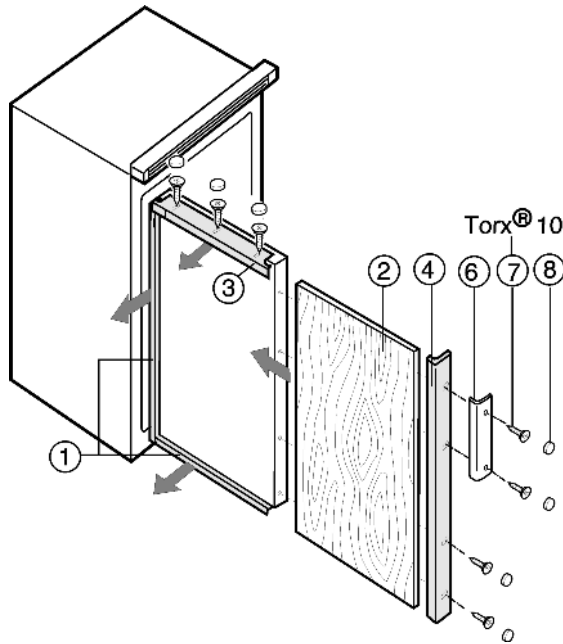

Fig. 11
- Dekorrahmen Fig. 11 (4) griffseitig abschrauben.
- An allen anderen Dekorrahmen Fig. 11 (1, 3) die Schrauben nur lösen und die Dekorrahmen nach vorn schieben.
- Dekorplatte Fig. 11 (2) einschieben.
- Dekorrahmen Fig. 11 (1, 3) zurückschieben und festschrauben.
- Dekorrahmen Fig. 11 (4) mit Griff Fig. 11 (6) und Schrauben Fig. 11 (7) festschrauben.
- Auf alle Schraubenköpfe die Abdeckkappen Fig. 11 (8) aufrasten.